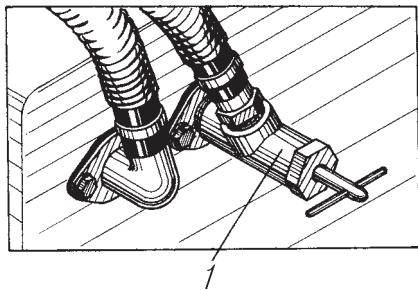

Рис.14. Кран масляного радиатора:
**Кран масляного радиатора** (рис. 14) расположен на блоке цилиндров слева (по ходу автомобиля). Для отключения масляного радиатора вращайте рукоятку крана по часовой стрелке до упора.